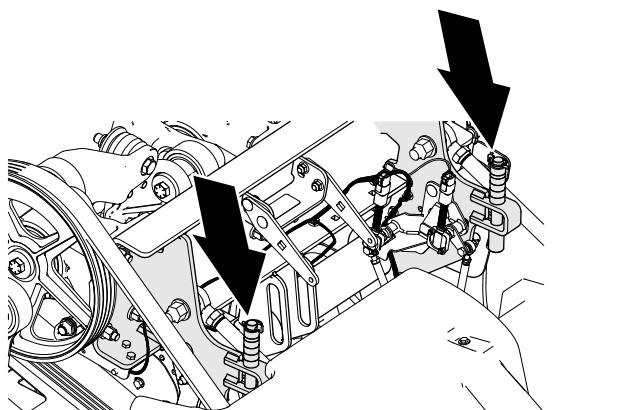
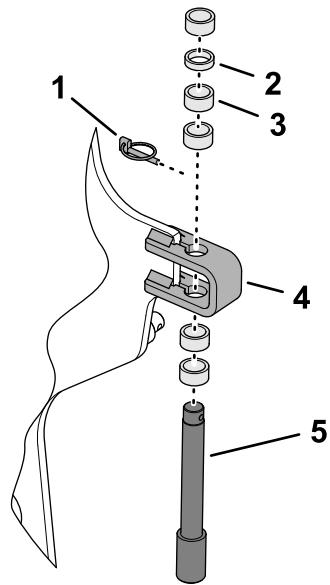

Figura 111
Figura 112
3. Rimuovete la coppia ad anello che fissa il perno e i distanziali di arresto della profondità alla staffa di arresto (Figura 111 e Figura 112).